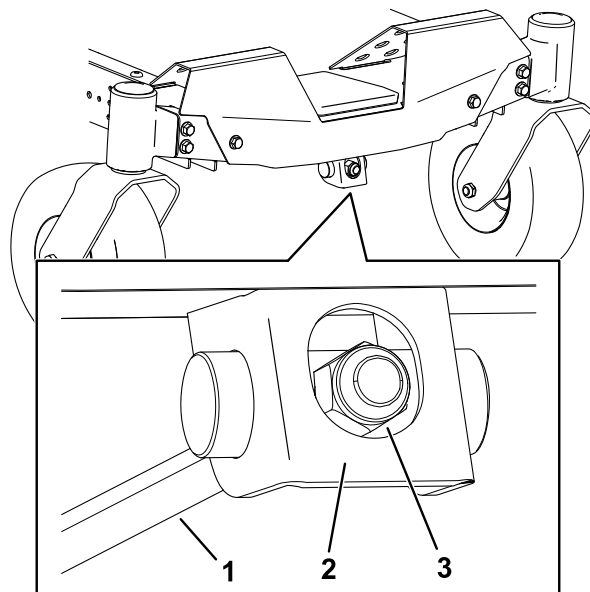

Figure 63
1. Tournez l'écrou de réglage à l'avant du tablier de coupe (Figure 63).